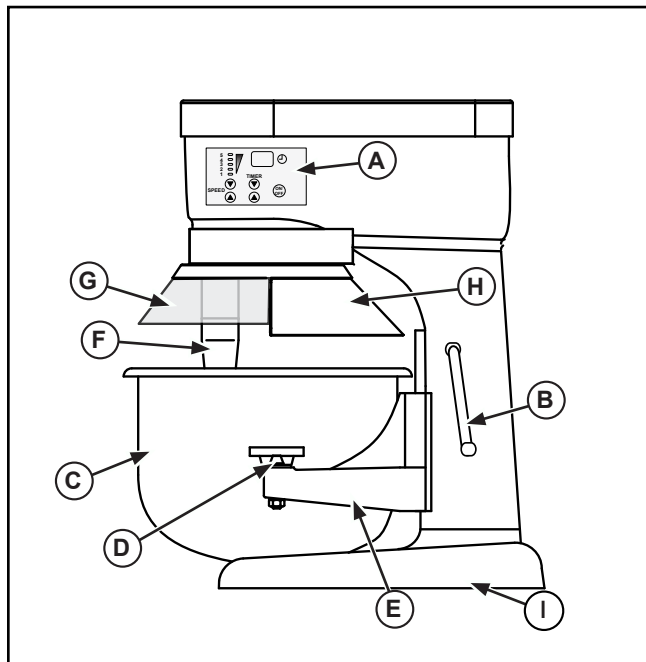

Figura 1. Características y controles de la batidora de 7 ct. gal. (6,6 L) y 10 ct. gal. (11 L).
1. Cierre la protección del tazón (G). Consulte la Figura 1. La protección de seguridad debe estar cerrada para hacer funcionar la batidora. Si está abierta o no está correctamente cerrada, la batidora no funcionará.